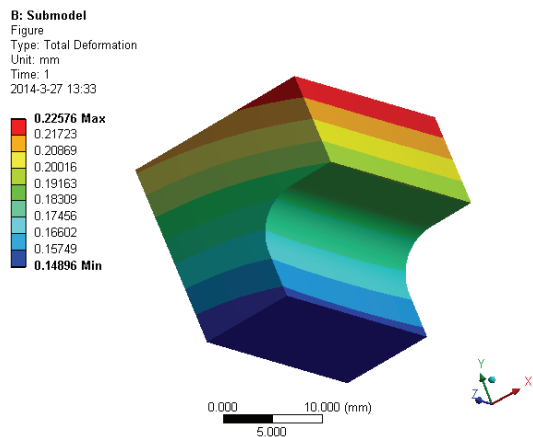

图 21-17 整体变形云图
4) 在 Outline 树结构图中的 Total Deformation 上单击右键, 在弹出的快捷菜单中选择 Evaluate All Results, 此时进行求解, 求解后得到的图形如图 21-17 所示。